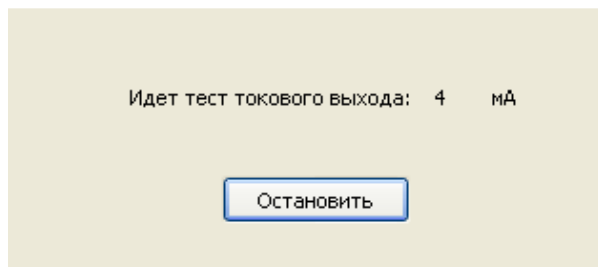

Рисунок 5 - окно тестирования токового выхода
4.Нажмите кнопку «Сохранить». После чего отобразиться окно тестирования токового выхода (рисунок 5).
9.Нажмите кнопку «Сохранить». После чего отобразиться окно тестирования токового выхода: 20 мА (рисунок 5).